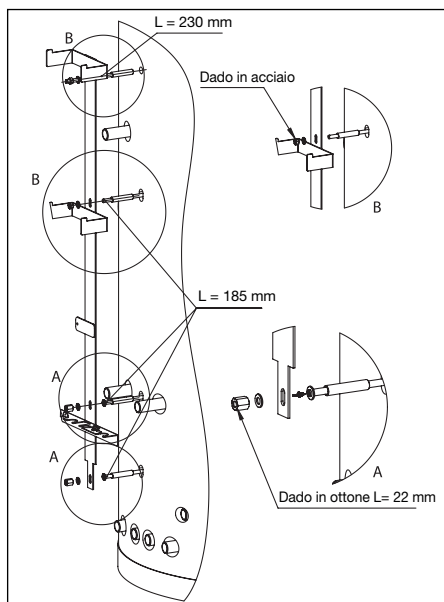

Fig. 8 Montaggio supporto gruppo
- Montare il gruppo supporto (fig.8)
- Avvitare le aste filettate nei dadi saldati sul serbatoio (Attenzione: nel dado superiore si deve avvitare l'asta con lunghezza  $L = 230$  mm! Avvitare le tre aste filettate  $L = 185$  mm nei tre dadi inferiori!) (Fig. 8)